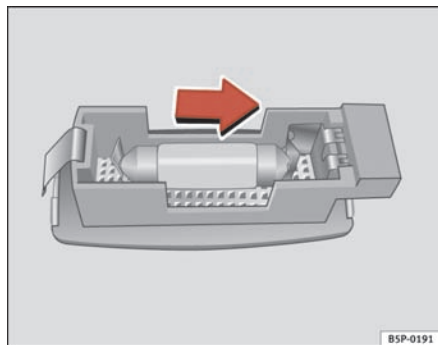

Fig. 204 Desmontaje luz del parabol
- Retire la luz con cuidado, utilizando el destornillador por su parte plana, tal como indica la figura. → fig. 204.
- Retire la lámpara, moviéndola en el sentido de la flecha y hacia afuera. → fig. 204 ■